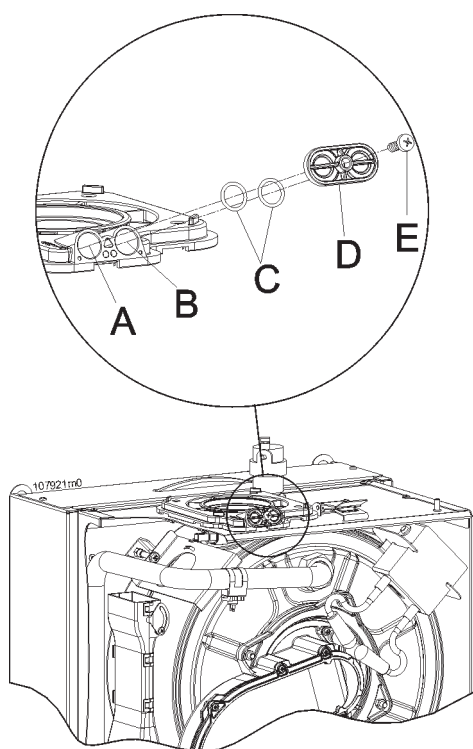

Figura 28 - Prese di analisi combustione
- collegare un analizzatore di combustione nella apposita presa sul raccordo di scarico fumi "B" di figura 28;